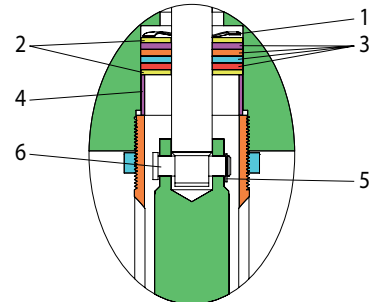

Рисунок 2
1. Ослабьте гайку блокировки (90571) и отвинтить весь насос от воздушного двигателя. Это будет подвергать (6) разъема (см. рисунок 2).
2. Снять стопорное кольцо (5) и (6) разъема для выпуска воздуха Мотор штока от нижней насос поршневой шток.
3. Удалить (4) прокладки, шайбы (2), четыре (3) упаковки, (2) шайбу и (1) волнистые пружинную шайбу из полости двигателя воздуха (см. рисунок 2).